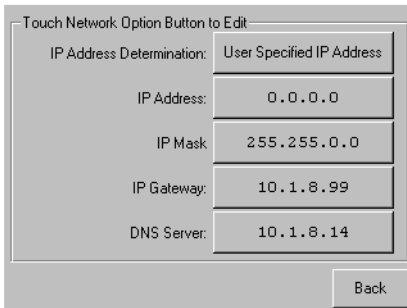

Figure 3-11. Écran d'adresse IP fixe.
4. Touchez les options IP et utilisez le clavier numérique pour entrer chaque adresse. (voir figure 3-11).